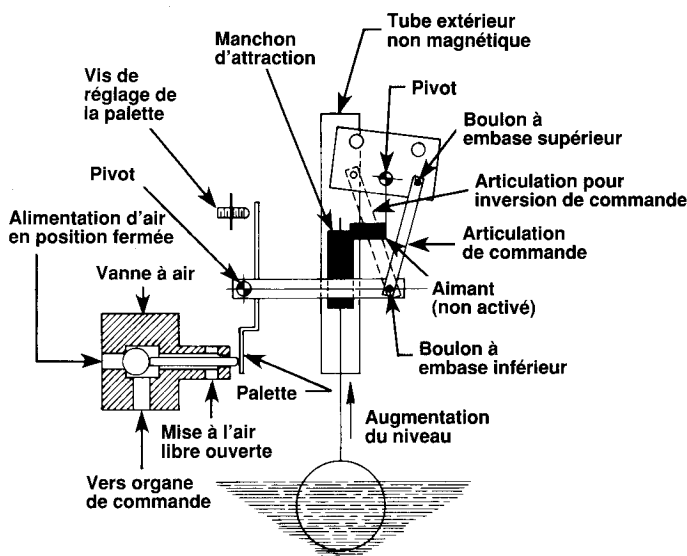

Figure 2
**Figure 2** : l'élévation du niveau du liquide positionne le manchon d'attraction dans la zone magnétique. Dans cette position, la palette ferme l'alimentation en air de la vanne et ouvre l'échappement ce qui fait tomber la pression dans le mécanisme de commande à la pression atmosphérique. Les positions de fermeture et d'ouverture peuvent être inversées par deux simples réglages.